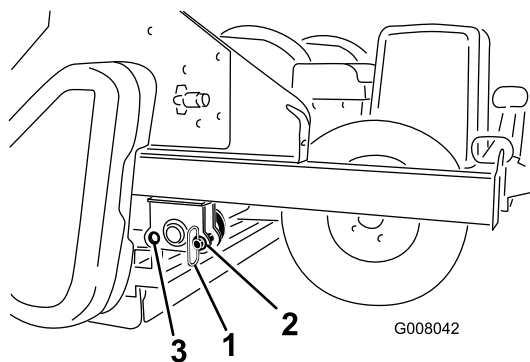

Figure 15
12. Sortez les goupilles de remisage des trous avant et insérez-les dans les trous arrière en cours de fonctionnement (Figure 15).